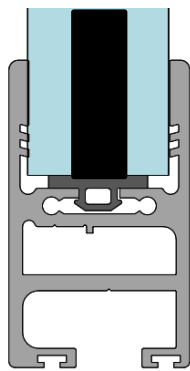
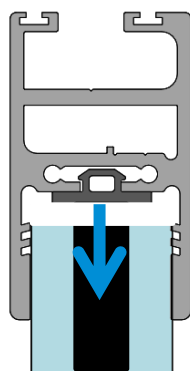

Figura 18
Figura 19
- Se ha de colocar el cristal centrado al perfil inferior y ajustarlo hasta el fondo (figura 18). De igual forma, colocar el perfil superior dejando holgura (figura 19).